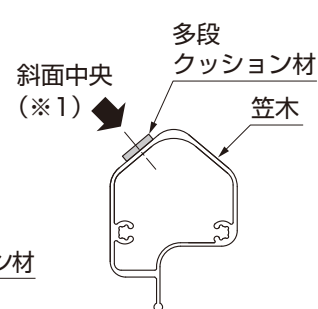

図4-6
- 多段クッション材を斜面の端に貼付けたり、曲がって貼付けると意匠や機能上に不具合が生じます。中央部をまっすぐに貼付けるようにしてください。(※1)(図4-6参照)
- 多段クッション材を斜面の端に貼付けたり曲がって貼付けると意匠や機能上に不具合が生じます。中央部をまっすぐに貼付けるようにしてください。(※1)(P14、図4-6参照)